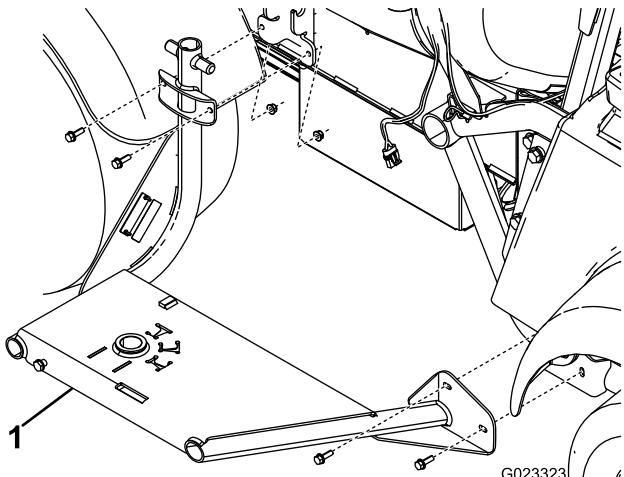

図 5
- ホースリール・フレームを、機体の側部に取り付けるボルト 5/16 インチ 4 本と、フランジナット 5/16 インチ 4 個を使用して図 5 のように取り付ける。